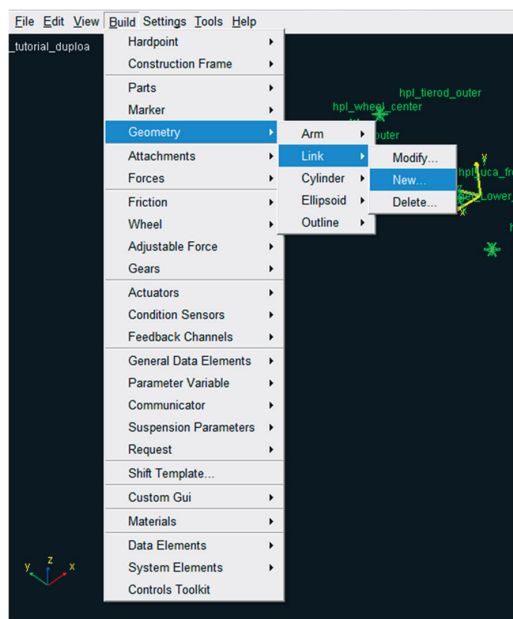

Figura 5.20 – Janela referente à construção da geometria *Link*.
- Para construção da primeira geometria *Link*, o qual será formado pelos *Hardpoints* *hpl\_lca\_front* e *hpl\_lca\_outer*, acesse o menu *Build* → *Geometry* → *Link* → *New*, como mostrado na Figura 5.20.